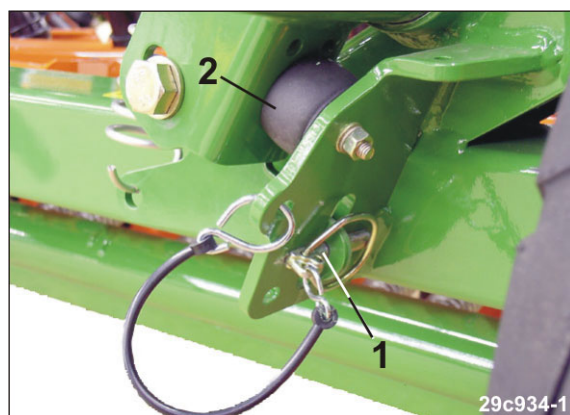

Fig. 173
- 4.1 Den Spuranreißer-Ausleger gegen den Gummipuffer (Fig. 173/2) drücken und mit einem Klappstecker (Fig. 173/1) abstecken.